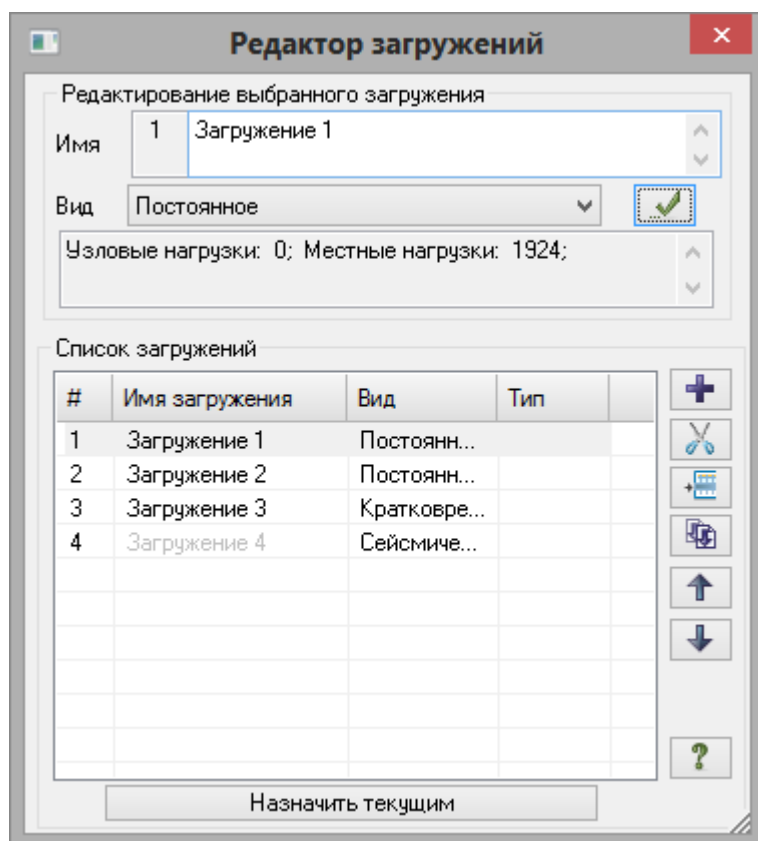

Рис.4.24. Диалоговое окно Редактор нагружений
- Вызовите диалоговое окно **Редактор нагружений** (рис.4.24) щелчком по кнопке  – **Редактор нагружений** (панель **Нагрузки** на вкладке **Создание и редактирование**).
Так как вид загружений задавался в диалоговом окне **Редактор загружений** (рис.4.24) таблица РСУ сформировалась автоматически с параметрами, принятыми по умолчанию для каждого загружения. Далее нужно только изменить параметры для третьего загружения.